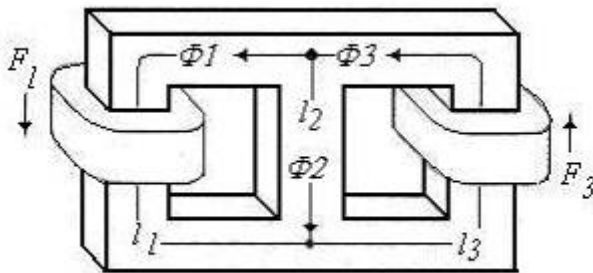

Fig. 8
8.-El circuito magnético paralelo de la Fig. 8 es de silicio-acero con la misma área de sección transversal en toda su extensión $S = 1,30$ cm². Las longitudes medias son $l_1 = l_3 = 25$ cm, $l_2 = 5$ cm. Las bobinas tienen 50 vtas. cada una. Dado que $\phi_1 = 90$ μwb y $\phi_3 = 120$ μwb. Halle las corrientes de las bobinas.